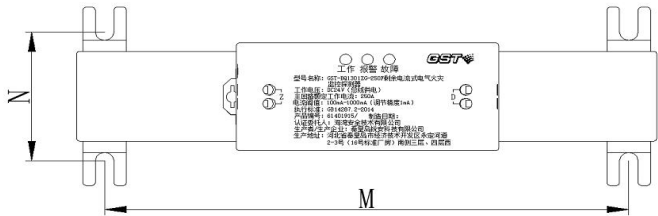

图 2 第一种螺钉安装方式
- 2、探测器采用螺钉安装方式，有两种方式，第一种方式安装尺寸如下图 2 所示，单位（mm）；第二种方式安装尺寸如下图 3 所示，单位（mm）。